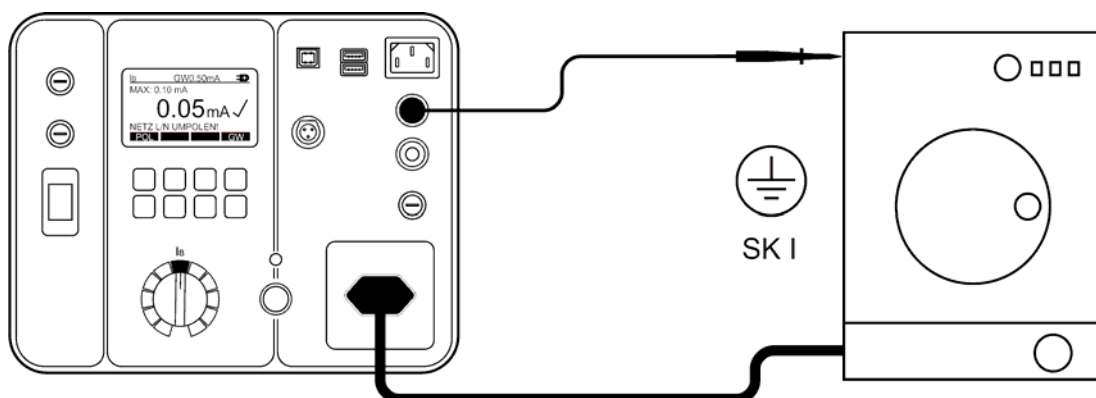

Abb. 22: Anschluss für die Berührungsstrommessung bei einem Prüfling der Schutzklasse I. Verwenden Sie Sonde 2.
- Verbinden Sie den Prüfling und die Messleitung entsprechend der Abbildung 22 oder 23, abhängig von der Schutzklasse (SK).